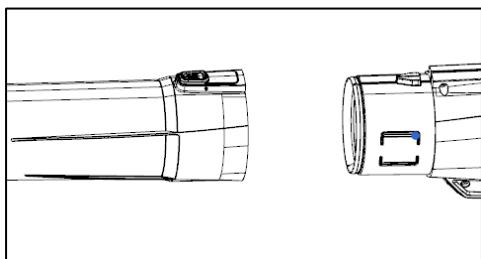
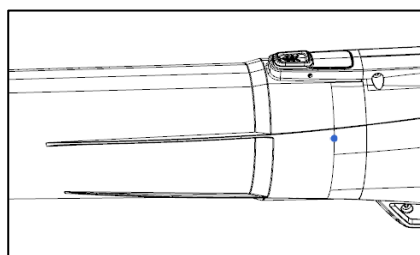

Fig. 2
Fig. 3
2. Alignez le tube avec l'ergot de la partie moteur (Fig. 2). Poussez le tube vers la partie moteur jusqu'à ce que le loquet s'enclenche (Fig. 3).